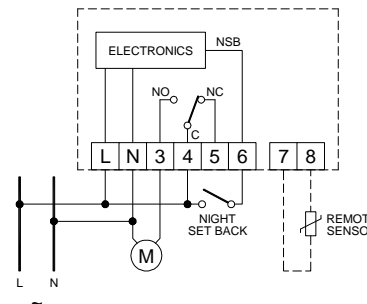

Fig. 6
3. Eseguire i collegamenti elettrici, facendo passare i fili tramite l'apertura rettangolare (5), seguendo lo schema di collegamento di Fig. 6.
Al morsetto 6 (Fig. 6) è possibile collegare un contatto esterno che consente di attivare la modalità di 'Riduzione Notturna' (Night Set Back).
3. Make the electrical connections, routing the wires through the rectangular opening (5) and following to the diagram of Fig. 6.
In order to select the 'Night Set Back' feature an external dry contact can be connected to terminal 6 (Fig. 6).